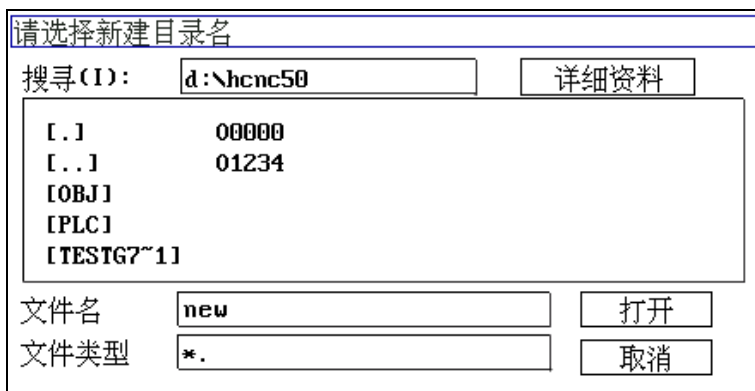

图 5.4.2 输入新建目录名
- (2) 按 **Enter** 键,弹出如图 5.4.2 所示对话框,光标在“文件名”栏闪烁;
- (3) 按 **Esc** 键退出输入状态(闪烁的光标变为蓝色亮条);